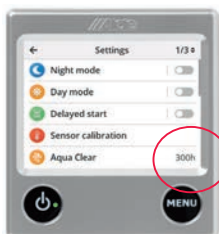

Abb. 8
4. Drücken Sie „MENU“ (Menü), um zu den Einstellungen zurückzukehren. Hier wird nun ein Zähler für die aktive Zeit angezeigt, die verbleibt, bevor das UV-Gerät ausgetauscht werden muss, siehe Abb. 8.